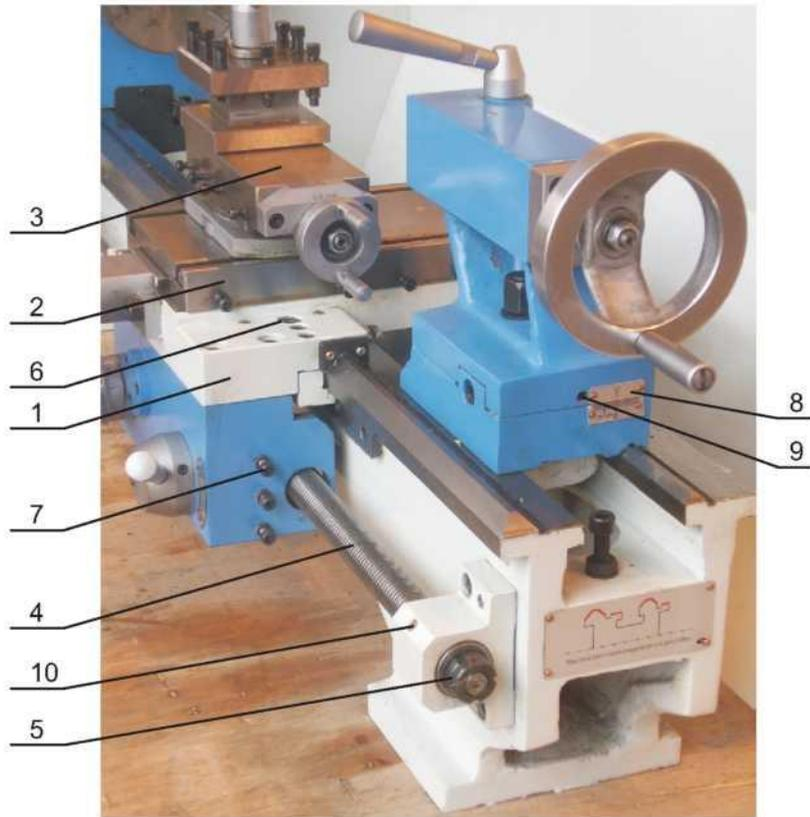
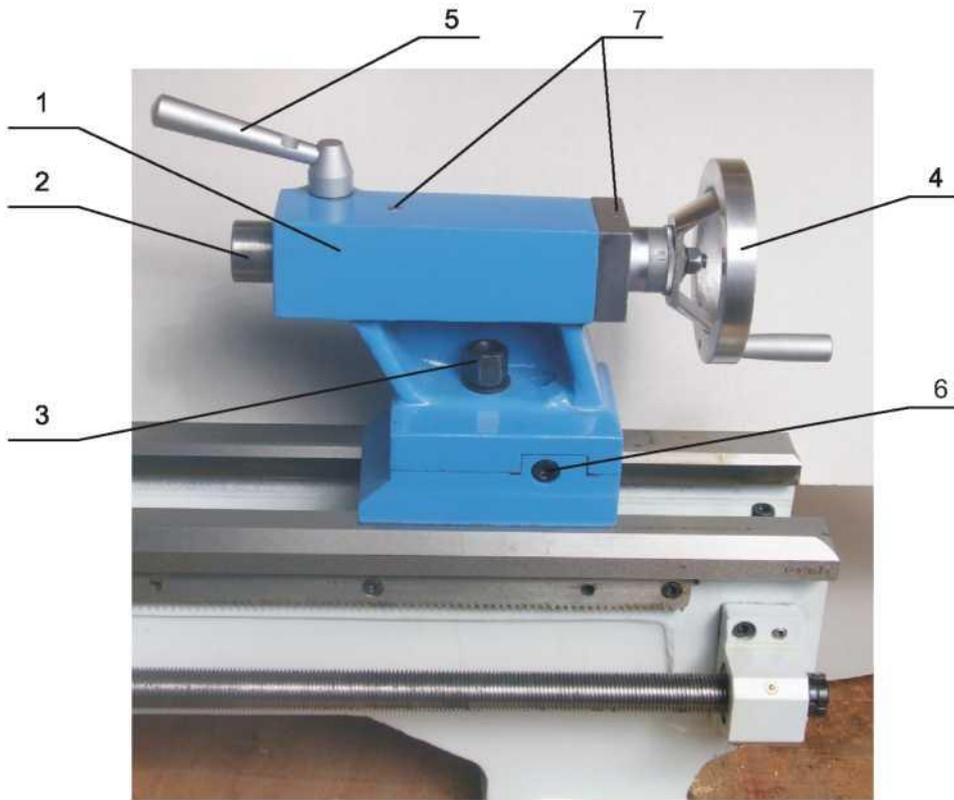

Рисунок 4
Рисунок 6
Каретка 1 (рисунок 4) является базисным элементом суппорта. Она изготовлена из высококачественного чугуна. Продольные направляющие каретки отшлифованы и точно сопряжены с направляющими станины. Необходимый зазор между направляющими станины и каретки обеспечивается прижимными планками, расположенными на нижней плоскости каретки.
Поперечные салазки 2 (рисунок 4) установлены на верхние (поперечные) направляющие каретки соединением «ласточкин хвост», зазоры в соединении регулируются клином. Перемещение салазок обеспечивается вращением маховика. Для отсчета величины перемещения салазок на маховике имеется лимб.
Верхние салазки 3 (рисунок 4) установлены на поперечные салазки через поворотную плиту и могут устанавливаться под углом к оси вращения шпинделя. Перемещение подвижной части верхних салазок производится вращением маховика. Для отсчета величины перемещения салазок на маховике имеется лимб.
Ходовой винт 4 (рисунок 4) расположен вдоль передней части станины и служит для продольной автоматической подачи. С левой стороны он соединен с коробкой передач. Ходовой винт имеет две подшипниковые опоры. Осевой зазор винта в опорах регулируется гайками 4 (рисунок 4).
Задняя бабка 1 (рисунок 6) базируется (перемещается) на плоской и V-образной направляющих станины и может быть зафиксирована от перемещения затягиванием гайки 3 (рисунок 6) зажимного устройства. Задняя бабка имеет выдвижную пиноль 2 (рисунок 6) с конусным отверстием Морзе № 2 и градуированной шкалой, нанесенной на наружной поверхности пиноли. Жесткость задней бабки рассчитана на тяжелые режимы работы. Пиноль перемещается вращением маховика 4 (рисунок 6), расположенного на заднем торце бабки, и может быть зафиксирована в нужном положении рукояткой 5 (рисунок 6) механизма зажима пиноли.
Для блокировки перемещения суппорта затяните винт 6 (рисунок 4), для разблокировки - ослабьте.
Перемещение задней бабки по направляющим станины производится вручную. Ослабьте гайку 3 (рисунок 6) зажимного устройства бабки, передвиньте бабку в нужное положение, снова затяните гайку.
Выдвижение пиноли 2 (рисунок 6) из корпуса бабки и утопление ее обратно в корпус производится вращением маховика 4 (рисунок 6). Рукояткой 5 (рисунок 6) ослабьте зажим пиноли, вращая маховик переместите пиноль на нужный размер, зажмите пиноль поворотом рукоятки.
Регулировка смещения задней бабки от оси вращения шпинделя производится при точении конусных поверхностей. Величина смещения определяется по шкале 8 (рисунок 4), находящейся на заднем торце основания бабки. Смещение производится при помощи двух винтов 6 (рисунок 6), расположенных на боковых поверхностях основания бабки с обеих сторон. Ослабьте стопорный винт 9 (рисунок 4) и гайку 3 (рисунок 6). Ослабьте винт 6 (рисунок 6) с одной боковой стороны бабки и затягивайте аналогичный винт с противоположной стороны, пока необходимая величина смещения не отразится на шкале. Затяните стопорный винт 9 и гайку 3.
8.11 Смазку задней бабки производите через смазочные отверстия 7 (рисунок 6) жидкой смазкой.